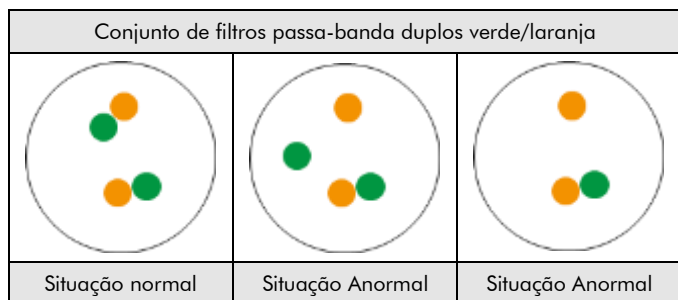

Fig. 2: Resultados esperados em núcleos normais e anormal
**Situação normal:** Nas interfases de células normais ou de células sem uma translocação que envolva a região do gene ALK, aparecem dois sinais de fusão verde/laranja (ver Fig. 2).
**Situação anormal:** Uma região do gene ALK afectada por uma translocação é indicada por um sinal verde separado e um sinal laranja separado. Uma inversão EML4-ALK com eliminação de sequências 5'-ALK é indicada por um ou vários sinais laranja isolados (ver Fig. 2).